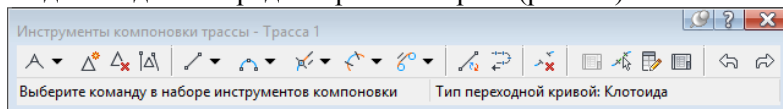

Рис. 39. Панель «Инструменты компоновки трассы»
7. Дождаться отображения на экране панели инструментов «Инструменты компоновки трассы», содержащей элементы управления для создания и редактирования трасс (рис. 39).